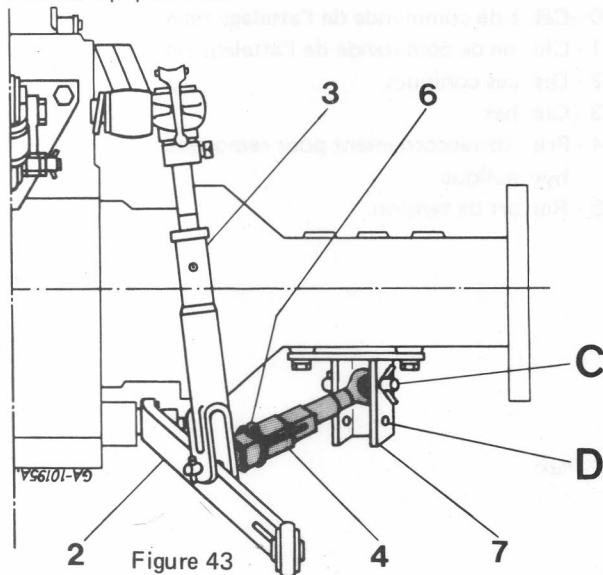

Figure 43
- b) Bloquez horizontalement en introduisant les stabilisateurs (4) dans les trous inférieurs des supports latéraux (5). Engagez les chevilles (6, Fig. 43) dans leurs trous respectifs prévus sur les stabilisateurs (4) puis fixez-les.
Les supports latéraux (7) Fig. 43, comportent 2 trous de fixation (C et D) pour permettre le positionnement des bras inférieurs (2). Certains instruments travaillant au dessus du sol tels que faucheuses portées demandent un contrôle latéral maximum de relevage tandis que les charrues nécessitent un certain débattement latéral. Lorsque vous attachez une charrue fixez les deux stabilisateurs (4) aux trous supérieurs (C). Ceci assure le débattement nécessaire en position de travail et neutralise le débattement en position de transport. Pour les instruments opérant sans contrôle de position fixez les stabilisateurs (4) aux trous inférieurs (D) afin d'obtenir un contrôle latéral maximum des bras lors de la course de relevage.
Les stabilisateurs (4) Fig. 43 doivent être fixés aux trous supérieurs des supports latéraux.